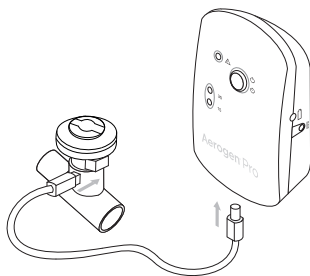

Figura 4. Collegamento del controller e del nebulizzatore
- 4 Collegare il controller Aerogen Pro e il nebulizzatore tramite il cavo del controller (figura 4).